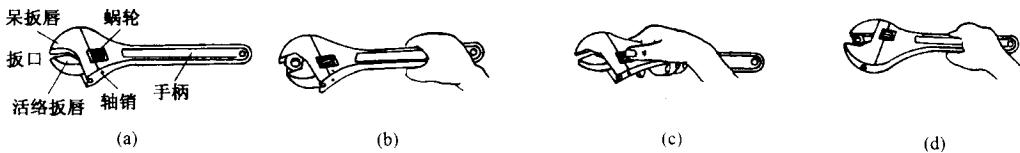

图 1-15 活络扳手
活络扳手的钳口可以在规定的范围内任意调整大小，使用方便，故普遍采用，并作为电工常用工具。其结构如图 1-15 (a) 所示，它主要由头部和柄部两部分组成。头部由呆扳唇、活络扳唇、扳口、蜗轮、轴销和手柄等部分组成，活络扳手的规格用长度×最大开口宽度表示，单位为 mm，例：150×19 表示长度 150mm，开口宽度 19mm。
(1) 根据螺母的大小，用两手指旋动蜗轮以调节扳口的大小，将扳口调到比螺母稍大些，卡住螺母，再用手指旋蜗轮使扳口紧压螺母。扳动大螺母时力矩较大，手要握在近柄尾处，如图 1-15 (b) 所示；扳动小螺母时力矩较小，又因为螺母过小容易打滑，手应握在近头部的地方，施力时手指可随时旋调蜗轮，收紧活络扳唇，以防打滑，如图 1-15 (c) 所示。
(2) 活络扳手不可反用，以免损坏活络扳唇，如图 1-15 (d) 所示。也不可用钢管接长柄施力，以免损坏扳手。
(3) 不应将活络扳手作为撬棒和锤子使用。